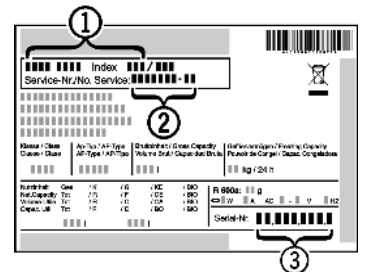

Fig. 9
- ▶ Označení přístroje *Fig. 9 (1)*, servisní číslo *Fig. 9 (2)* a sériové číslo *Fig. 9 (3)* naleznete na typovém štítku. Identifikační typový štítek je umístěn na levé vnitřní stěně přístroje.
- ▶ Informujte zákaznický servis a sdělte poruchu, označení přístroje *Fig. 9 (1)*, servisní číslo *Fig. 9 (2)* a sériové číslo *Fig. 9 (3)*.